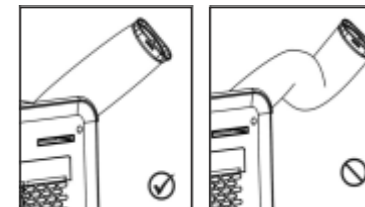

Рис. 2
2) Вытягивать воздуховод не более чем на 400 мм. Воздуховод необходимо установить параллельно поверхности. Запрещается перегибать шланг! (см. рис.2)